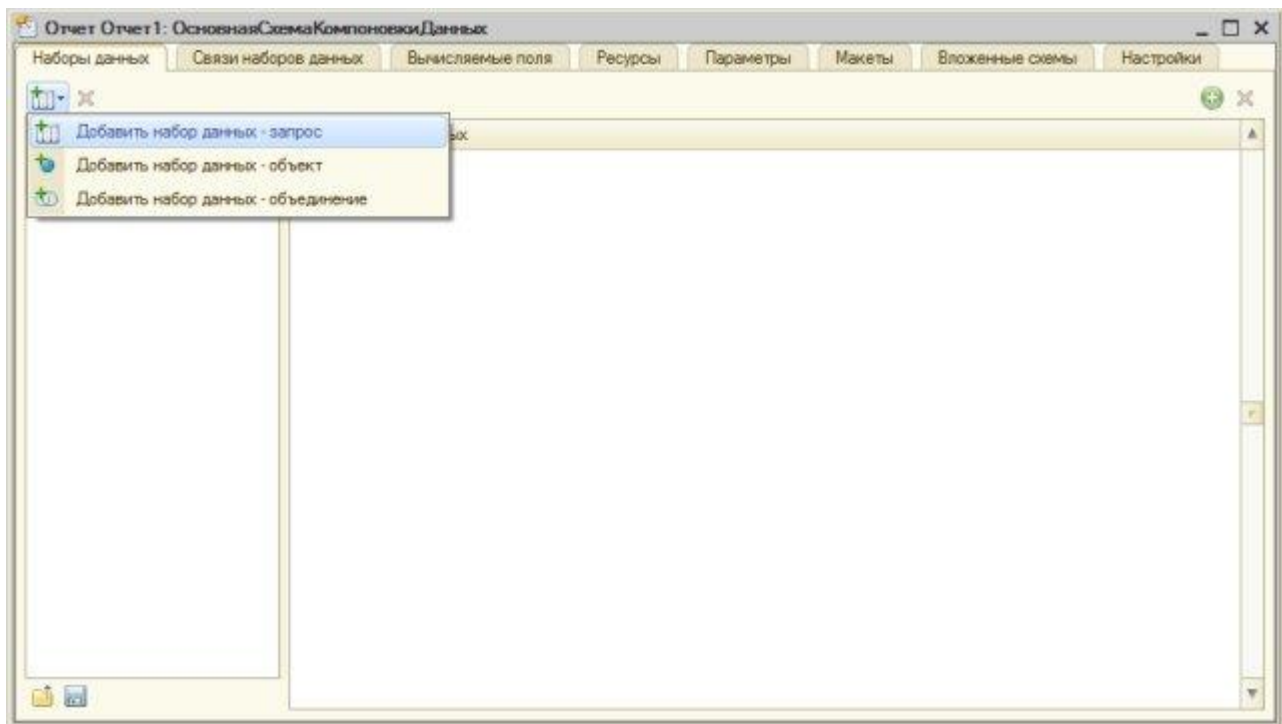

Рисунок 13.1- Добавление нового набора данных – запроса
2. На закладке **Основные** нажмем на кнопку с увеличительным стеклом в поле **Основная схема компоновки данных**. Появится окно конструктора макета, где мы можем задать имя (нас устроит имя по умолчанию – **ОсновнаяСхемаКомпоновкиДанных**), тип макета ограничен единственным – **Схема компоновки данных**. Нажмем в этом окне **Готово** и попадем в окно конструктора СКД. Здесь нам, в первую очередь, нужно добавить новый источник данных, в нашем случае это будет **Запрос**, Рисунок 13.1.